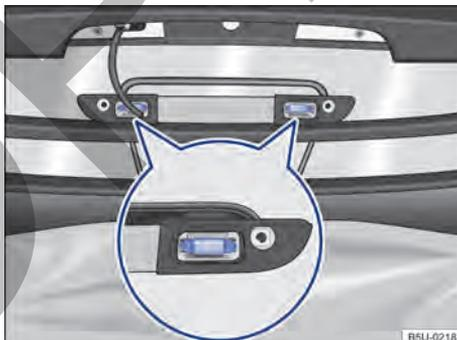

Fig. 154 Linterna de freno elevada: remover la lámpara incandescente de iluminación del compartimento de carga.
4. Con ayuda de un destornillador, presionar uno de los lados de la lámpara → fig. 154 para removerla del conjunto.